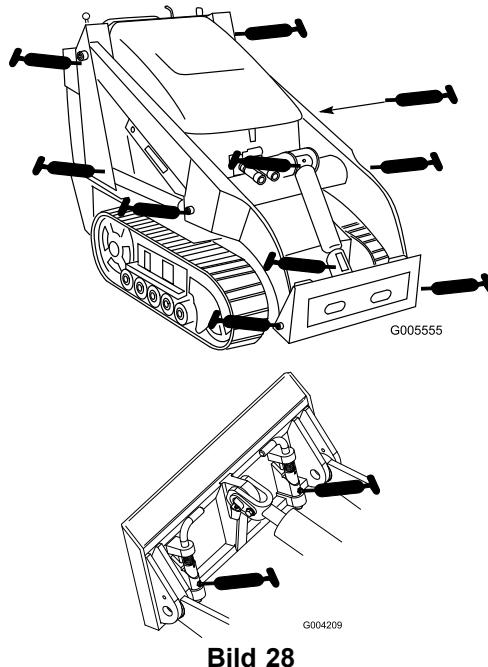

Bild 28
3. Bringen Sie die Fettpresse an jedem Nippel an (Bild 28).